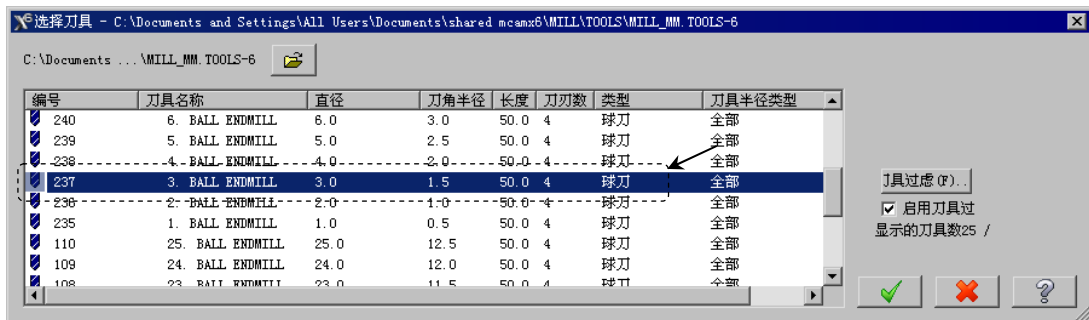

图 4.23 “选择刀具”对话框
(1) 确定刀具类型。在“曲面精加工流线”对话框中，单击刀具过滤按钮，系统弹出“刀具过滤列表设置”对话框。单击刀具类型区域中的全关(N)按钮后，在刀具类型按钮群中单击球刀按钮。单击按钮，关闭“刀具过滤列表设置”对话框，系统返回至“曲面精加工流线”对话框。
(2) 选择刀具。在“曲面精加工流线”对话框中，单击选择刀具库...按钮，系统弹出“选择刀具”对话框，在该对话框中的列表框中选取图 4.23 所示的刀具。单击按钮，关闭“选择刀具”对话框，系统返回至“曲面精加工流线”对话框。